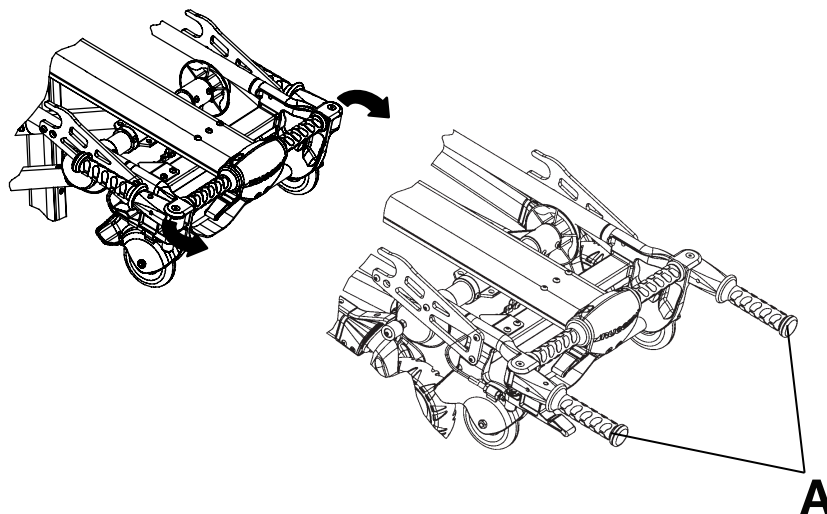

Figure 16 – Positionnement des poignées de levage
1. Faire pivoter les poignées de levage repliables (A) en position (Figure 16).